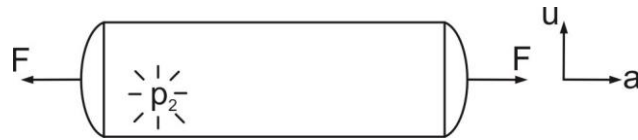

Abbildung 2.4: Druckspeicher
- f) Der Druckspeicher aus Aufgabenteil e) ist durch den Innendruck p_2 und die Axialkraft F belastet (siehe Abbildung 2.4). Bestimmen Sie den durch die Axialkraft F hervorgerufenen Spannungsanteil an der Axialspannung im Druckspeicher.